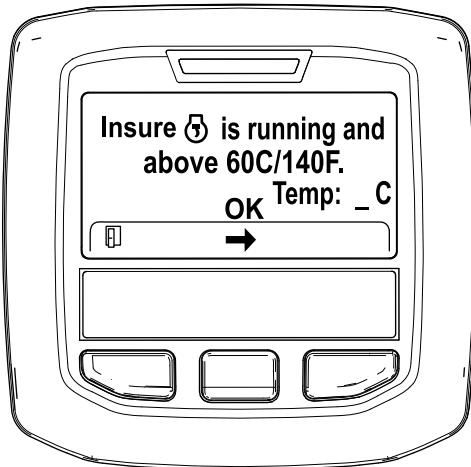

Figura 29
- Se la temperatura del refrigerante è inferiore a 60°C, viene visualizzato il messaggio "Insure ' is running and above 60C/140F" (Assicurarsi che sia in funzione e sopra 60 °C). (Figura 29).